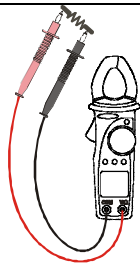

Рис. 8: Схема подключения при измерении сопротивления и прозвонки цепи
3. Подключите щупы к цепи (см. рис. 8). На дисплее отобразится значение измеренного сопротивления.